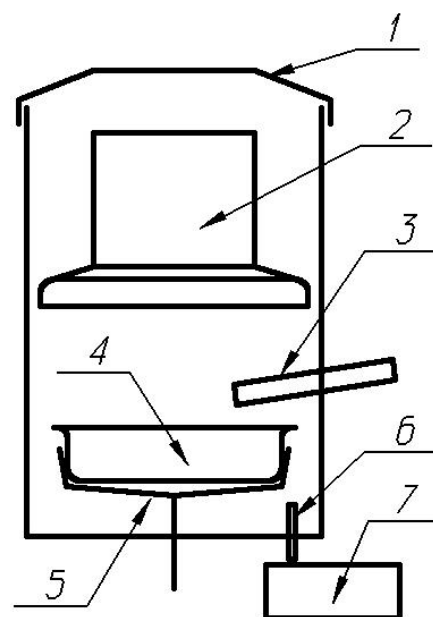

Рис. 2 Камера сгорания
- 1) Снять крышку 1 (рис.2), вынуть дефлектор 2, вытянуть маслопровод 3 и извлечь тарелку 4 с помощью ухвата и седло 5 с помощью скребка.
Очистка маслопровода 3 (рис.2) может осложниться его полной закоксовкой. В этом случае нужно вынуть маслопровод, сняв с него шланг и пройти его сверлом 8 мм, лучше перфоратором.